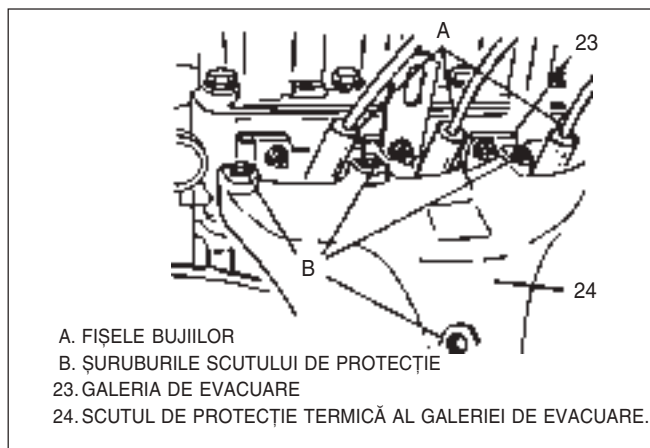

Fig. 9 Scutul de protecție termică al galeriei de evacuare
- 3) Scutul de protecție termică al galeriei(24, Fig. 9).